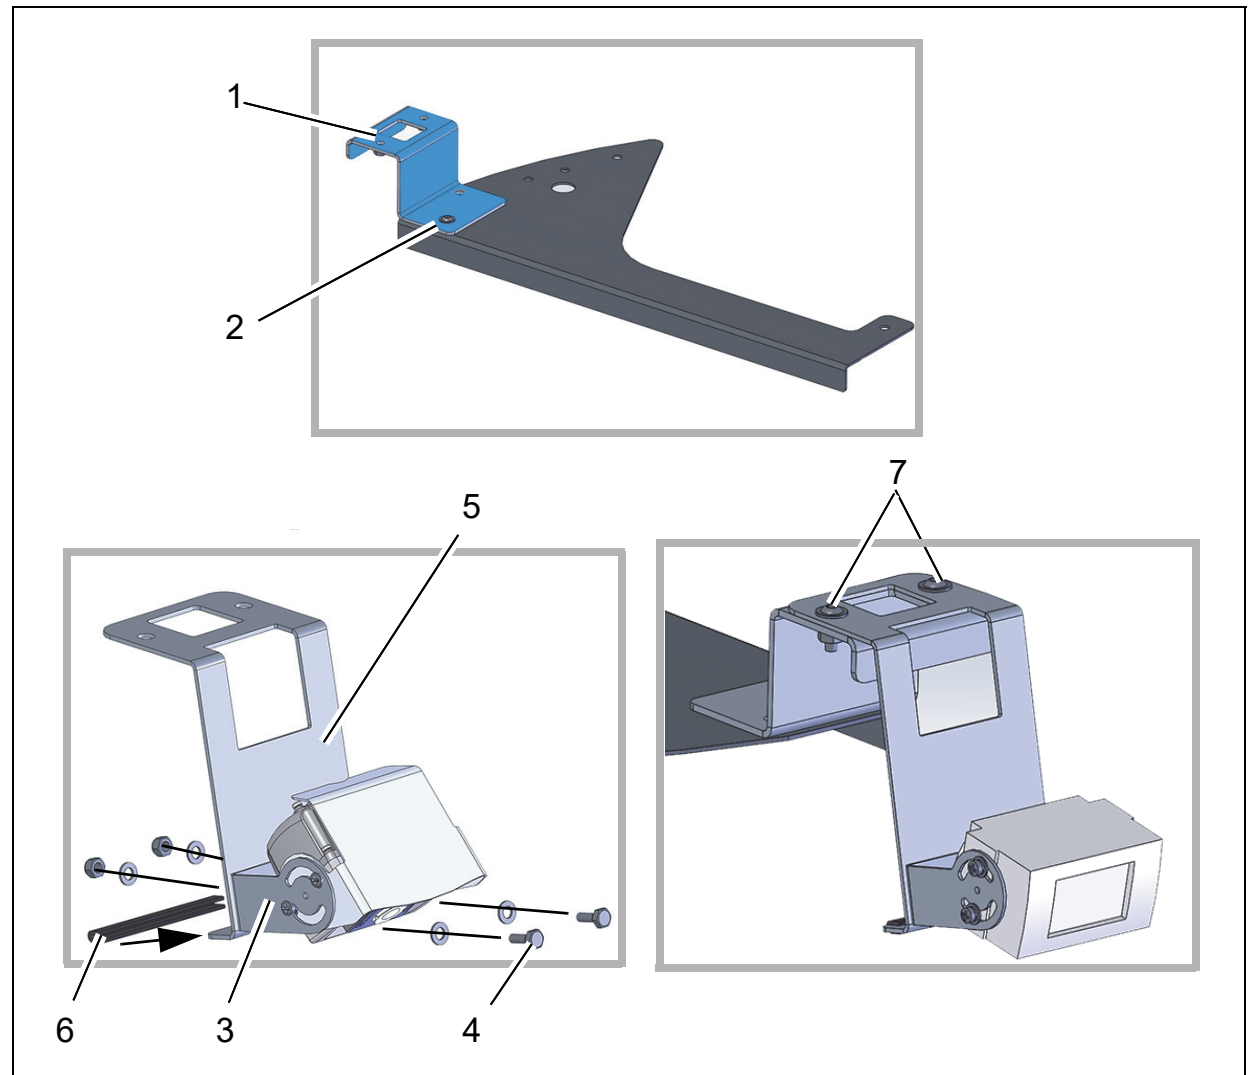

Abb. 4
Optionshalter (Abb. 4/1) mit einer Lin senflanschschraube M6x12 (Abb. 4/2 Position beachten!) auf dem Abdeck blech vormontieren.
1. Kamera (Abb. 4/3) mit zwei Sechs kantschrauben M5x12 (Abb. 4/4), vier Scheiben A5,3 und zwei Muttern M5 am Kamerahalter (Abb. 4/5) be festigen.
2. Kantenschutz (Abb. 4/6) am Ka merahalter befestigen.
Vormontierten Kamerahalter mit zwei Lin senflanschschrauben M6x16 (Abb. 4/7), zwei Sperrkantscheiben SKM 6 und den Sechskantmuttern M6 am Optionshalter befestigen.